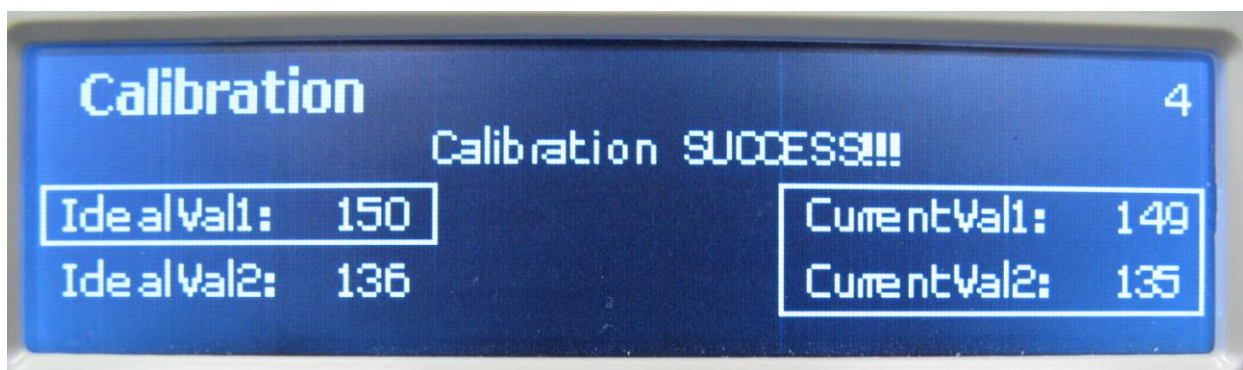

Рис. 174
- 10.4.2.4 нажмите клавишу «START/CLEAR». Счётчик сliestнет калибровочную карточку. Внимание: при первом нажатии клавиши «START/CLEAR» кратковременно (около пяти секунд) появляется сообщение «Preparing for calibration/ Please wait...», затем счётчик сliestывает карточку (см. Рис. 174);